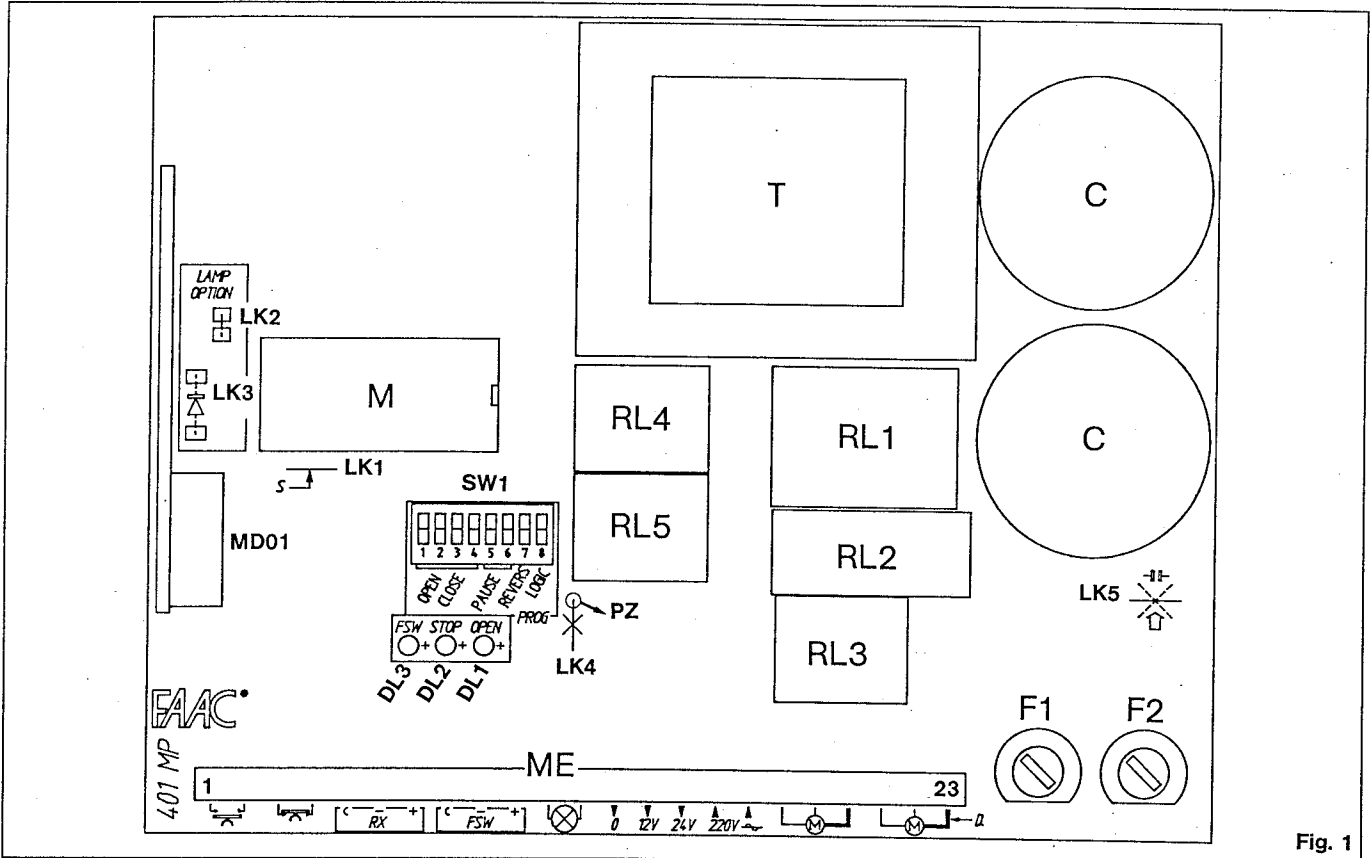

Fig. 1
**COMPONENTI DI FIG. 1**
La logica S si ottiene posizionando S8 in ON e tagliando il ponticello LK1 (fig. 1).